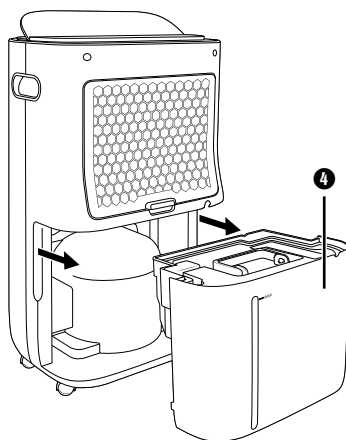

Fig. 1
- ◆ Sortez le réservoir d'eau ④ avec précaution au niveau des poignées encastrées sur les côtés de l'appareil. Utilisez la poignée pour transporter le réservoir d'eau ④ (voir figure 1).